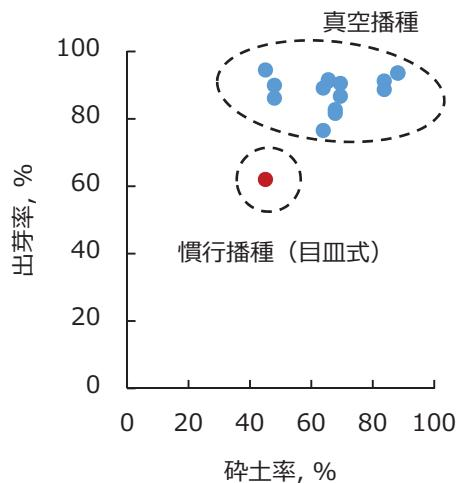

図1 碎土率と出芽率の関係
- 2) 碎土の悪い土壤でも安定した播種ができます。実際の繰り出し量が設定播種量に極めて近く（表1）、かつ高い苗立ち率を確保できます（図1、写真1）。